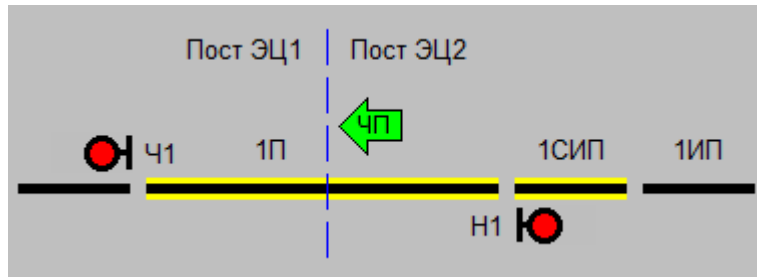

Рисунок 8.2 – Индикация установки маршрута приема на путь
- контроль установки поездного маршрута (рисунок 8.2);
При задании поездного маршрута на путь с соседнего поста на мнемосхеме станции загорается стрелка зеленого цвета и индикация замыкания участков пути в маршруте (см. рисунок 8.2).